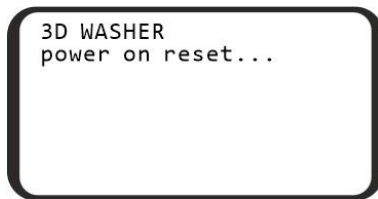

Figura 6. Tela de inicialização
- Quando ligada, a unidade executa o ciclo de inicialização completo e exibe a mensagem “Power on reset” (figura 6)